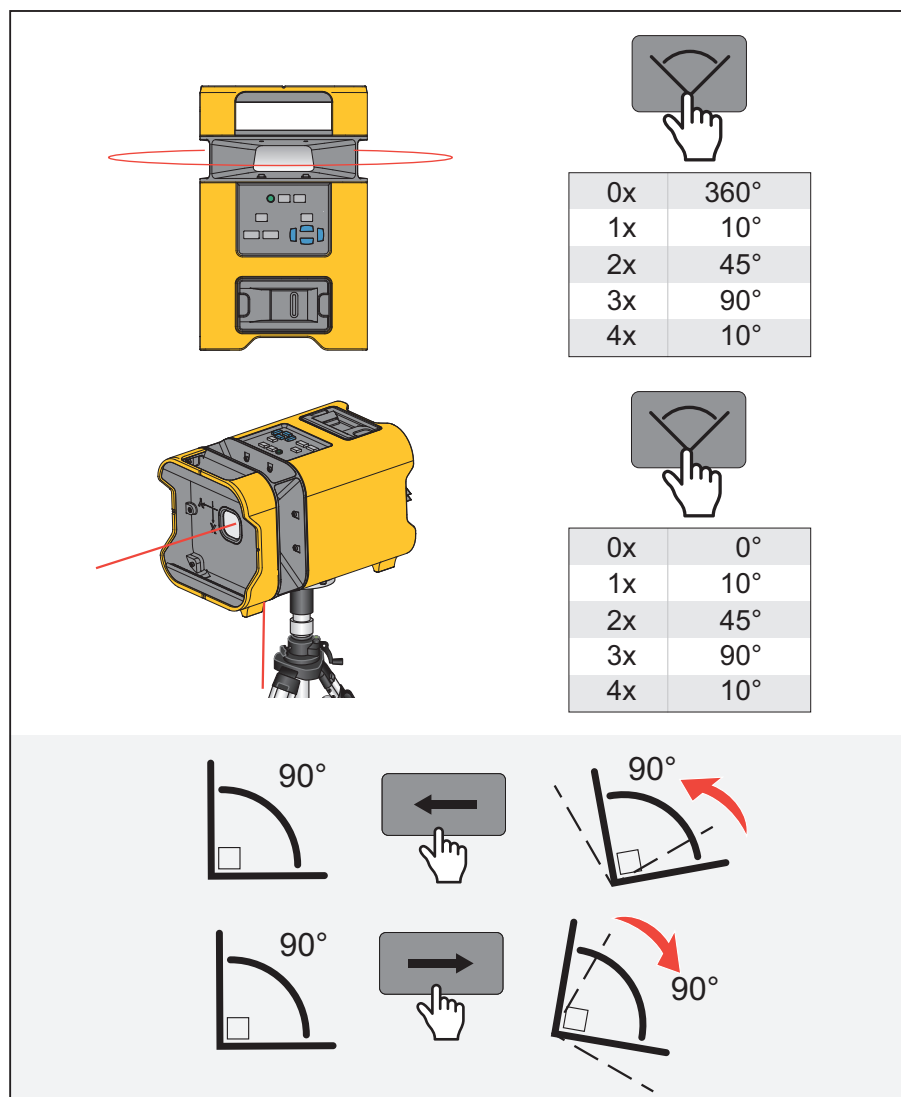

Figure 4. Mode de vérification
1. Appuyez sur  pour activer le mode de vérification et définir la longueur de l'arc. La figure 4 montre combien de fois vous devez appuyer sur  pour alterner entre les différentes longueurs d'arc disponibles.